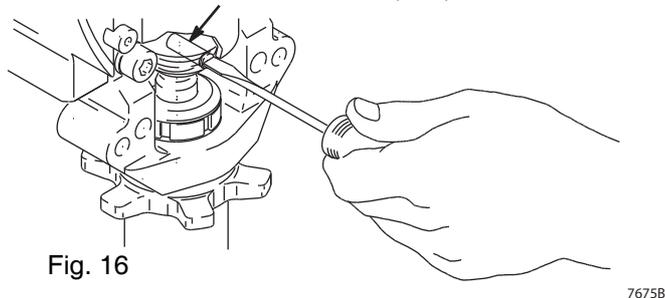

Fig. 16
5. Fig. 16. Utilisez un tournevis : relevez le ressort d'arrêt et chassez la broche (235).
2. Fig. 16. Poussez la broche (235) dans l'orifice. Poussez le ressort d'arrêt dans la gorge tout autour de la tige de connexion.